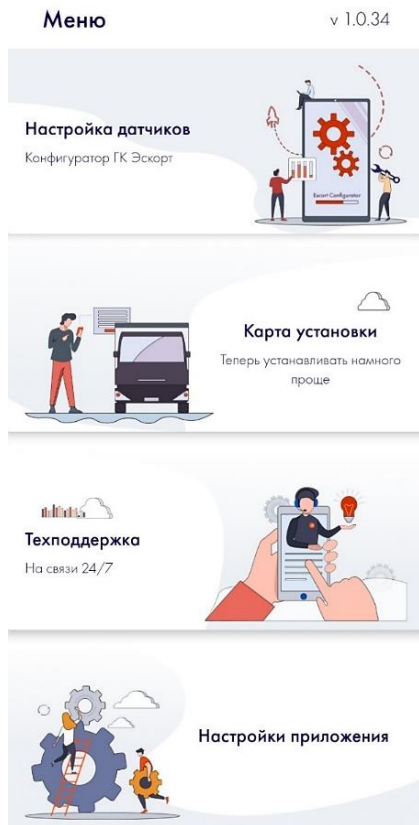
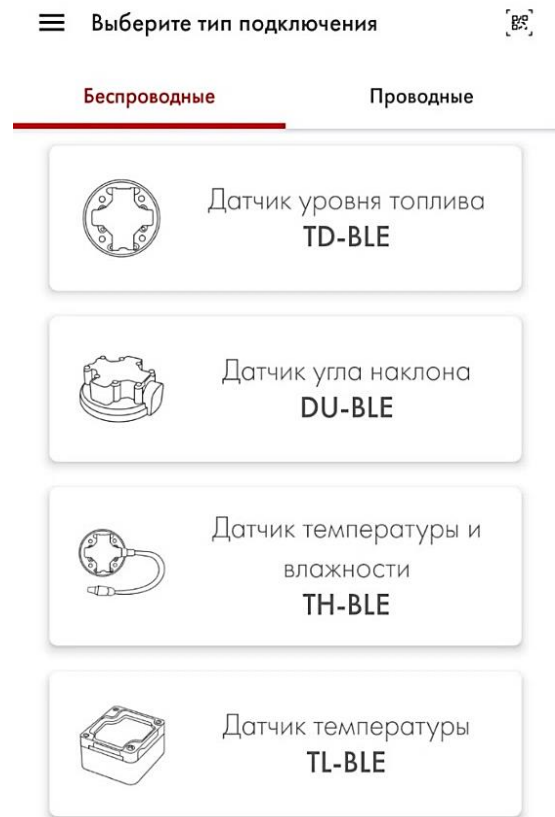

Рисунок 6 - Стартовый экран
Рисунок 7 - Модель датчика
2.3.3 На стартовом экране (рис. 6) выберите пункт «Настройка датчиков», далее выберите модель измерителя (рис. 7).